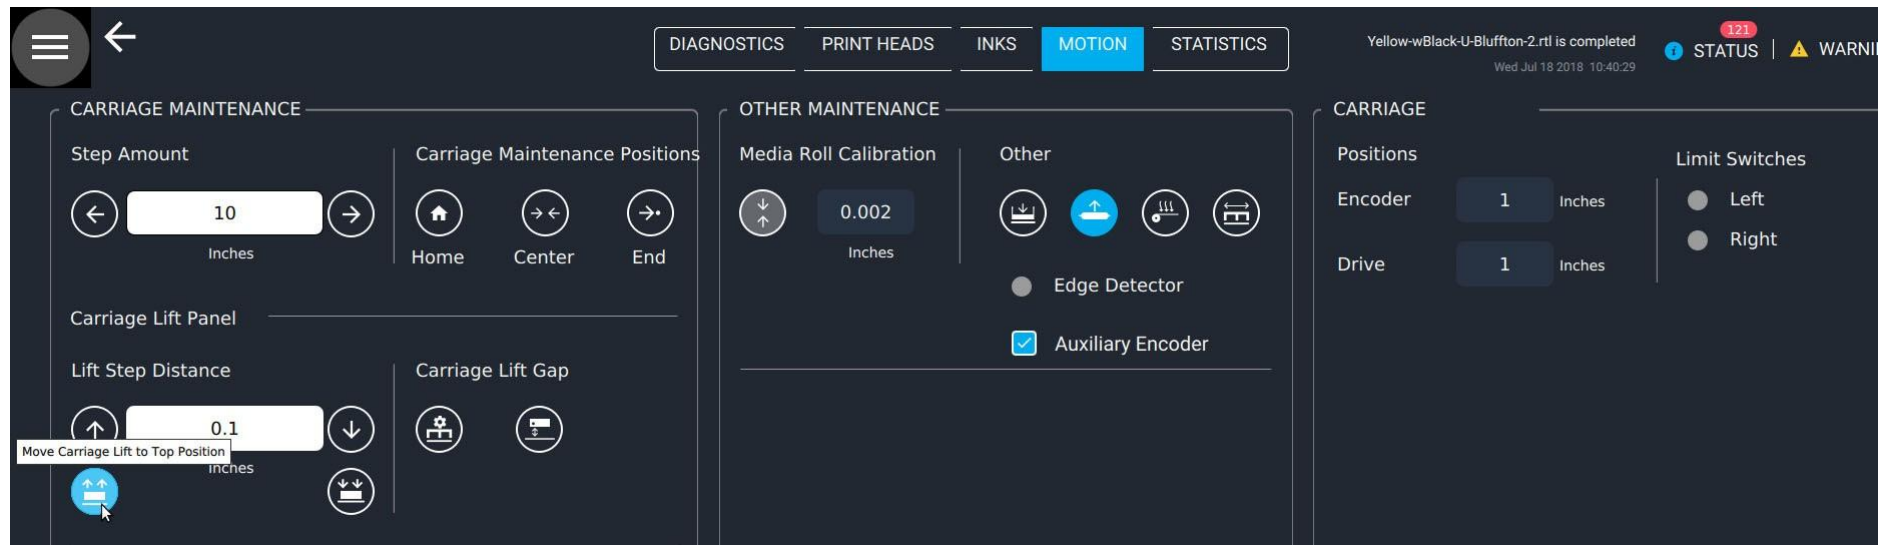

Рисунок 2-2: Вкладка «Motion»
- C. Нажмите **Device Settings > Motion**. Откроется вкладка **Motion**, Рисунок 2-2.